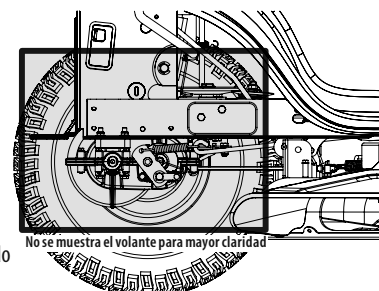

Figura 23
- Limpie alrededor y cerca de la transmisión, eje y área de ventiladores. Consulte la Figura 23.